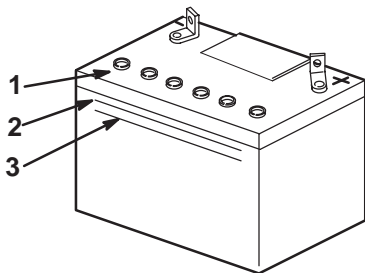

Figure 65
2. Observez le côté de la batterie. Le niveau de l'électrolyte doit atteindre le trait **supérieur** (Fig. 65). Ne laissez pas l'électrolyte descendre en dessous du trait **inférieur** (Fig. 65).
3. Enlevez les bouchons d'aération de la batterie (Fig. 65).
4. Versez lentement de l'eau distillée dans chaque élément jusqu'au trait **supérieur** (Fig. 65) sur le côté de la batterie.
5. Attendez cinq à dix minutes après avoir rempli les éléments. Ajoutez de l'eau distillée au besoin, pour amener le niveau au repère **supérieur** (Fig. 65) sur le côté de la batterie.